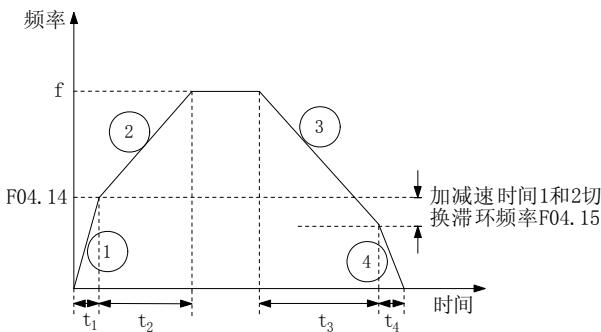

图 6-20 加减速时间 1、2 切换示意图
如图 6-20 所示，加速时，首先以加速时间 1 运行，如图 6-20 中曲线①所示，且加速时间  $t_1 = \frac{F04.14 \times F04.02}{F02.10}$ 。当输出频率  $f = F04.14$  时，加速时间将由 F04.02 切换至 F04.04。
增加到切换点 F04.14 时，加速时间将由 F04.02 切换至 F04.04，图 6-20 中曲线②所示，且加速时间  $t_2 = \frac{(f - F04.14) \times F04.04}{F02.10}$ 。